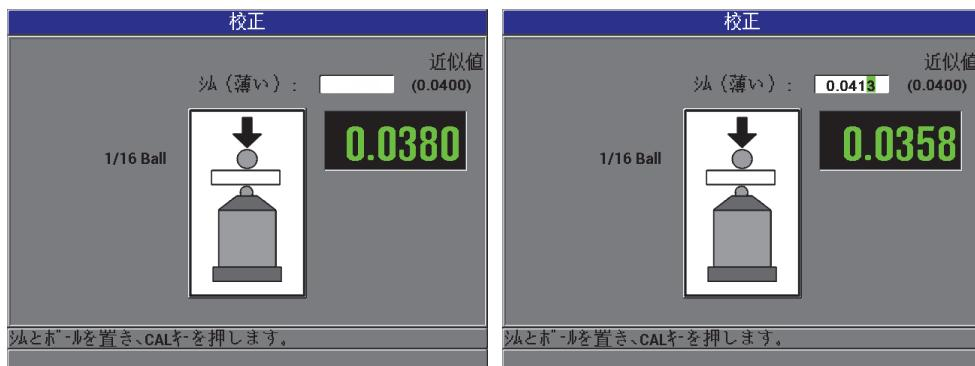

図 4-7 シム（薄い）校正ポイント
5. シム（薄い）ポイント：厚さ計は、特定の校正用シム（薄い）をプローブの先端に置くように指示します。この校正用シム（薄い）のポイントの厚さは、選択したターゲットボール、ディスク、ターゲットワイヤーによって変化します。このシムのおおよその厚さは、下方の測定ボックスに表示されます。[校正] を押して、テキストボックスに測定値を転送し、矢印キーで校正用シムのすでに判っている厚さを入力してから、[校正] を押します（75 ページ図 4-7 参照）。